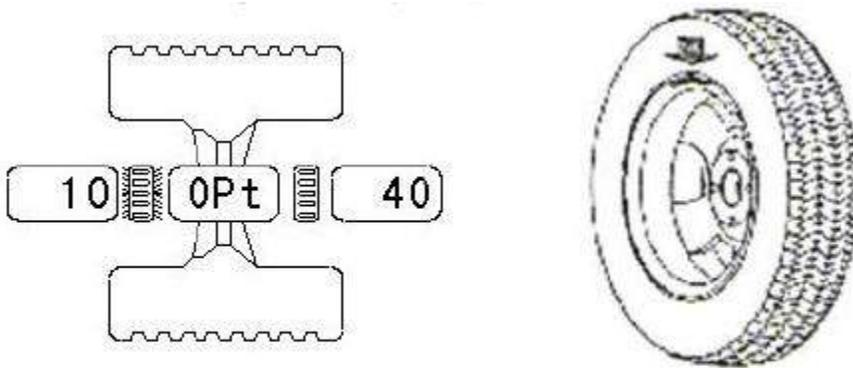

Fig. 4
5. Mueva la llanta lentamente en sentido anti horario, cuando el conjunto de LEDs de la izquierda se prenda por completo esto indicará que se llegó a la posición angular correcta para colocar el contrapeso (posición 12 en punto) por dentro como en la fig. 4. 10